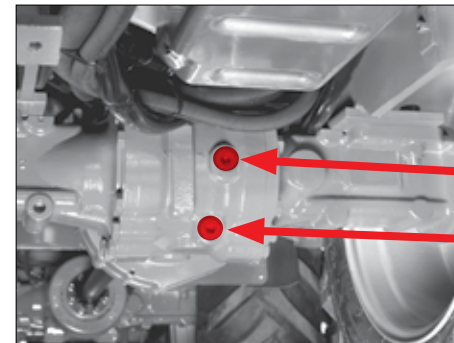

Fig. 104
4. Desserrer les vis à six pans creux pos. a, c, e (Fig. 104/105/106).
7. Resserrer les vis à six pans creux pos. a, c, e (Fig. 104/105/106).
4. Placer un récipient de diamètre suffisant sous l'orifice de vidange du carter de différentiel pos. b (Fig. 104).
5. Desserrer la vis à six pans creux pos. a (Fig. 104) pour que l'huile à engrenages s'écoule plus rapidement !
6. Desserrer la vis à six pans creux pos. b (Fig. 104).
4. Resserrer la vis à six pans creux pos. b (Fig. 104) sur le carter du différentiel.
5. Verser de l'huile à engrenages neuve dans l'essieu, à travers l'orifice de remplissage pos. a (Fig. 104).
7. Resserrer la vis à six pans creux pos. a (Fig. 104) sur le carter du différentiel.